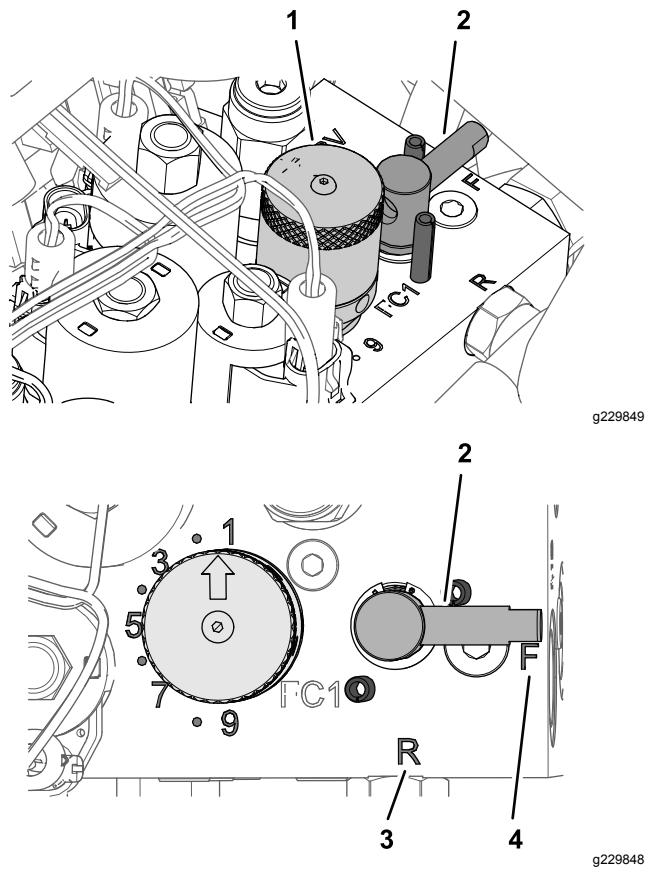

Figura 66
4. Rode a alavanca de retificação para a posição R (Figura 66).
5. Rode o manípulo da velocidade dos cilindros para a posição 1 (Figura 66).